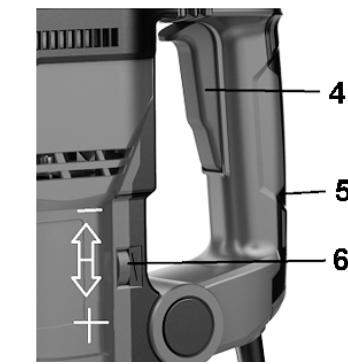

Рис.6
8.3. Регулировка частоты вращения и ударов (Рис. 6, 7)
ПЭ-1250/40Z, Рис.6